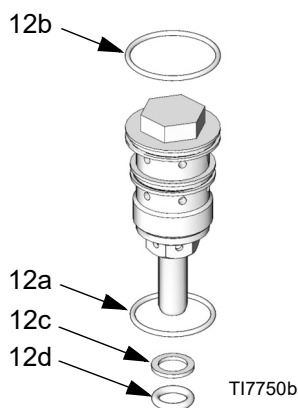

FIG. 13. Detalle de la válvula de vástago original
4. Vea la FIG. 13. Desenrosque los conjuntos de válvula de vástago (12). Las juntas tóricas pequeñas (12c, 12d) pueden no salir con los conjuntos de válvula de vástago. Asegúrese de retirarlas de la cubierta superior (1) o de la cubierta inferior (3).
6. Lubrique los conjuntos de válvulas de vástago (12) y vuelva a instalarlos en la cubierta superior (1) y la cubierta inferior (3). Apriete a 40,6-48,8 N·m (30-36 pie-lb).